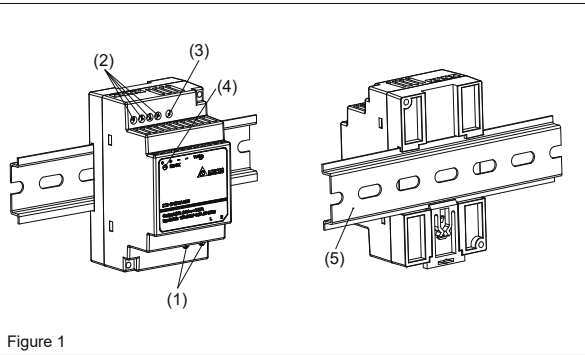
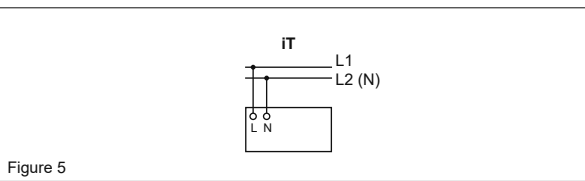

Figure 1
Figure 5
2. Gerätebeschreibung (Abb. 1)
4.1. Anschluss der Eingangsklemmen (Abb. 1, Abb. 5)
Verwenden Sie die Eingangsklemmen L und N (Schutzleiter), um den 100-240Vac-Anschluss herzustellen. Abb. 5 zeigt den Anschluss an die unterschiedlichen Netztypen.
4.2. Anschluss der Ausgangsklemmen (Abb. 1 (2))
Verwenden Sie die Schraubklemmen „+“ und „-“, um den 24Vdc-Anschluss herzustellen. Am Ausgang stehen 24Vdc zur Verfügung. Die Ausgangsspannung kann am Potentiometer zwischen 24 und 28Vdc eingestellt werden. Die grüne LED „DC OK“ zeigt die korrekte Funktion des Ausgangs an (Abb. 1 (4)). Das Gerät verfügt über einen Kurzschluss-, Überlast- und Überspannungsschutz, der auf 34,8Vdc begrenzt ist.